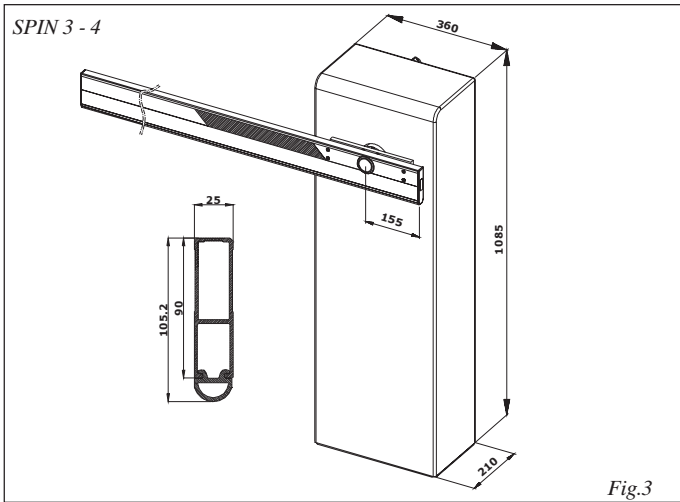

Fig.3
Abmessungen des Antriebs (mm)	siehe Abb. 3 - 4
- Die Zugstange Bez. 16 Abb. 3 abmontieren.